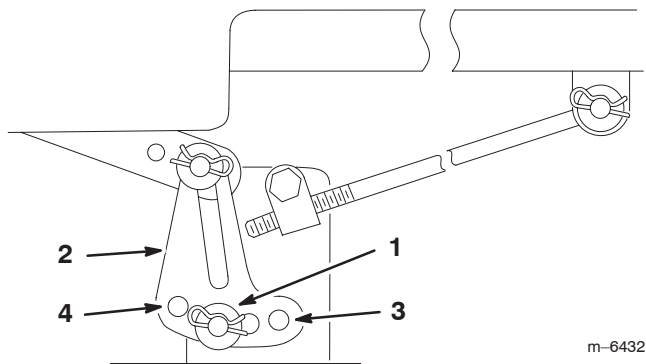

Figure 38
6. Enlevez la goupille fendue et la rondelle de l'une des pattes de mise à niveau (Fig. 38).
7. Pour mettre les lames de niveau, fixez les pattes de mise à niveau dans un autre trou à l'aide de la rondelle et de la goupille fendue (Fig. 38). Utilisez un trou plus en avant pour réduire la hauteur de ce côté, ou un trou plus en arrière pour l'augmenter. Réglez les deux côtés selon les besoins.